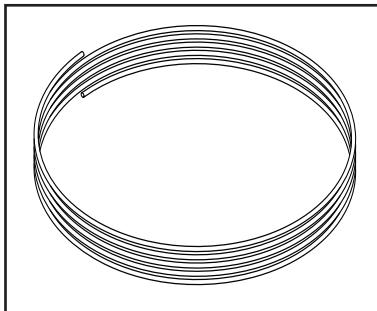

Figura 19. Alambre para conexión a tierra
2. Quite los tornillos que sujetan la cubierta a la placa posterior y empuje la cubierta hacia arriba para exponer las terminales (ver Figura 19).
3. Saque la tapa blanca que cubre el agujero (ver Figura 19).
5. Conecte un cable para atar el cable del controlador como se muestra en la Figura 19.